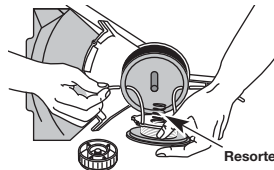

Fig. 33
13. Inserte los extremos de la línea a través de los ojajillos de la bobina exterior y coloque el carrete interior con el resorte dentro de la bobina exterior (Fig. 33). Empuje el carrete interior y la bobina exterior entre sí. Mientras sostiene el carrete interior y la bobina exterior, tome los extremos y hale con firmeza para soltar la línea de las ranuras de fijación de la bobina.
5. Inserte los extremos de la línea en los ojajillos de la bobina exterior (Fig. 33).